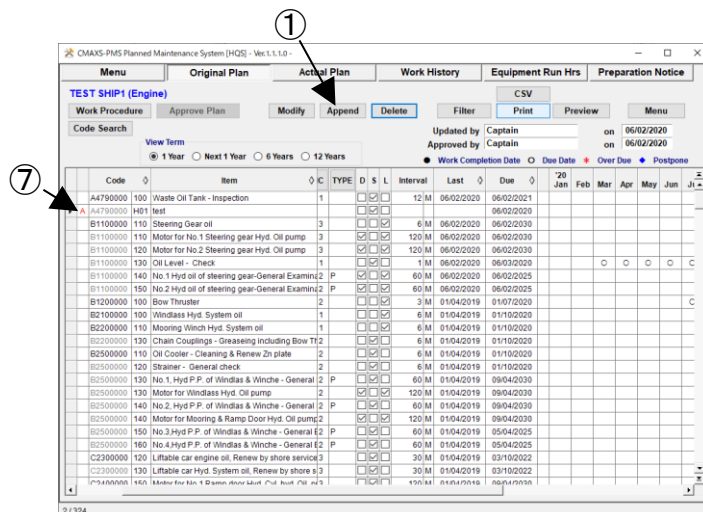

図 11-5 Original Plan 画面
- ① Crew job を追加する場合には”Original Plan 画面”(図 11-5)の[Append]ボタンを選択してください。